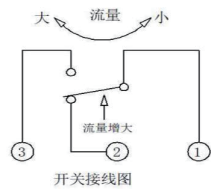

图 1
1.流量开关中的微动开关是单刀双掷型，触点功能见图 1。
1. The micro switch is SPDT type, and the contact function is shown in figure 1. Among them: